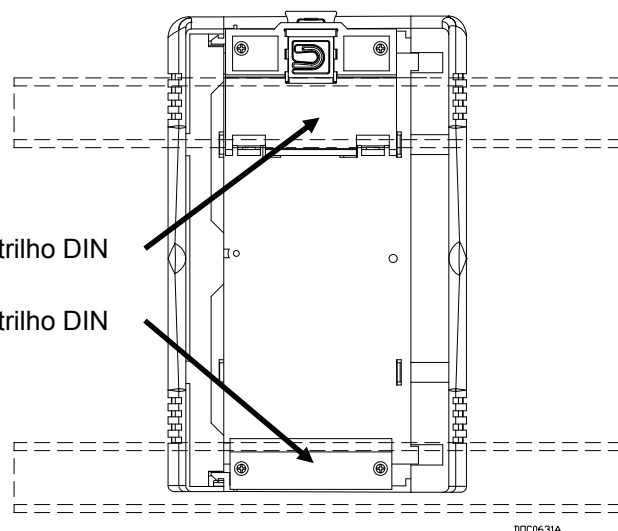

Figura 4. Parte traseira do FFI
3. O gabinete do FFI é fixado em dois trilhos DIN de 35 x 7,5 mm. Consulte a *Figura 4*.